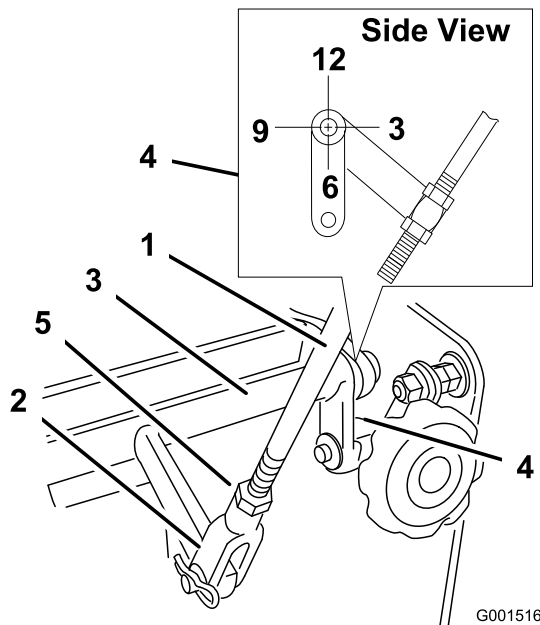

Bild 29
4. Prüfen Sie die Ausrichtung der Laschen an den Enden des Fahrgeschwindigkeitskippschalters. Diese Laschen sollten direkt nach unten (ungefähr auf die 6-Uhr-Stellung) zeigen (Bild 29).
5. Stellen Sie den Gewindebügel unten am Geschwindigkeitsstergänge so bis, bis die Laschen in der 6-Uhr-Stellung sind (Bild 29).